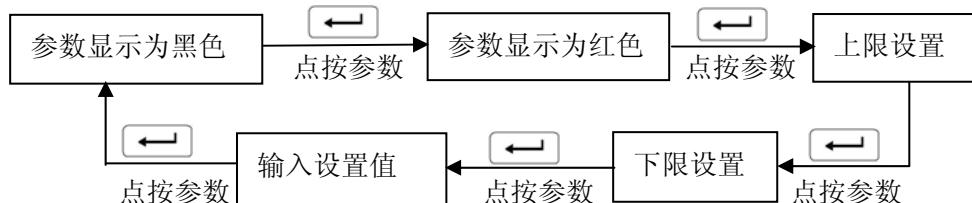

图 2-29 删除校准
- ◆ 按 \leftarrow 屏幕显示删除校准的确认选择框（键图 2-29），点按“是”、“否”或按 $\leftarrow\cdot E$ $\rightarrow\cdot D$ 选择“是”、“否”，按 \leftarrow 完成删除校准或放弃删除校准。